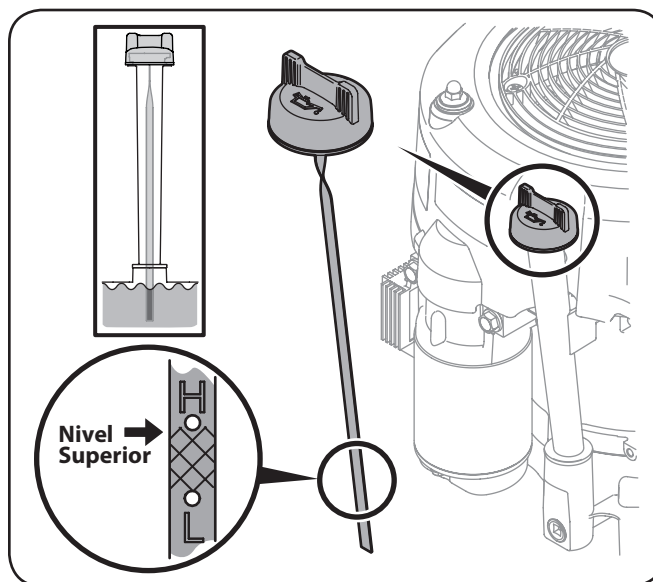

Figura 3-2
2. Inserte la varilla en el cuello de llenado de aceite. Gire la varilla de 1 / 4 vuelta en la posición de bloqueo en su totalidad asiento. Vea la Figura 3-2.
4. Si el nivel está bajo, agregue aceite lentamente hasta el límite superior de la varilla de medición. Vea el recuadro de la Figura 3-2.